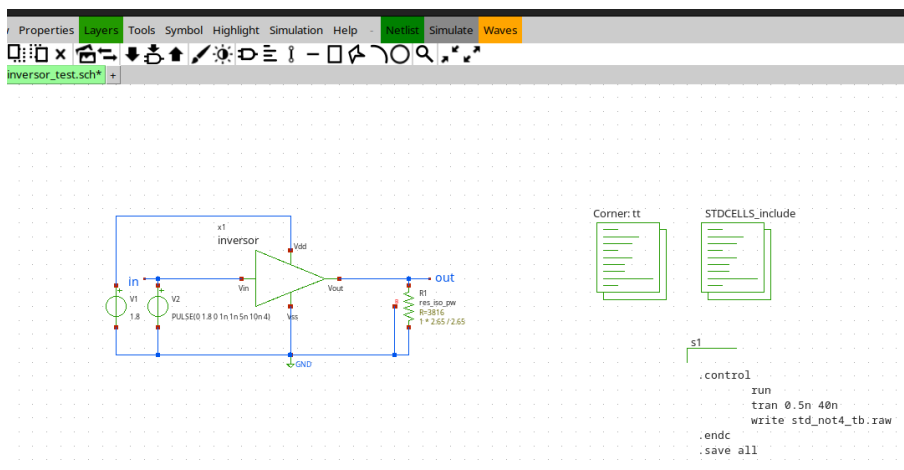

Figura 24: generación del Netlist.
8. Generar el Netlist haciendo click en la opción que se muestra en la figura 24. Se debe colorear en verde en caso que no haya inconvenientes con las conexiones.